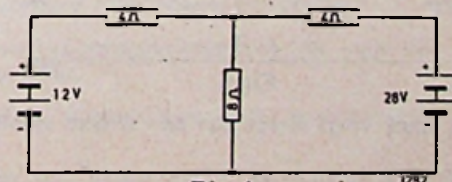

Fig. 4
- ③ Bereken de stromen door de weerstanden in fig. 4.